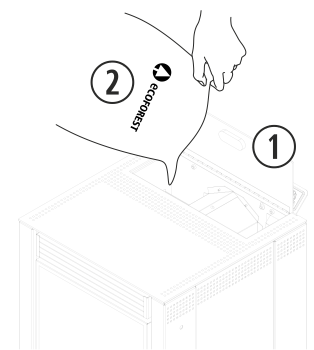
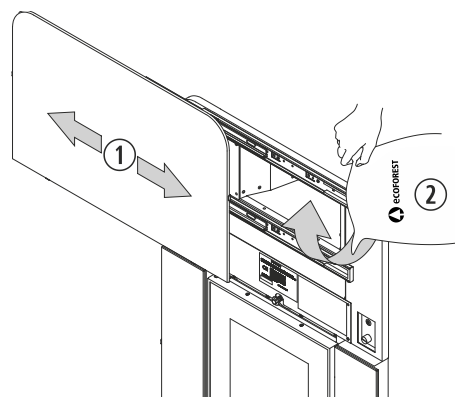
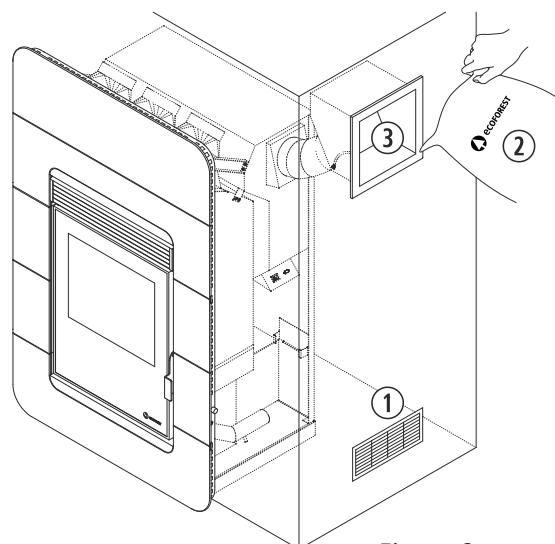
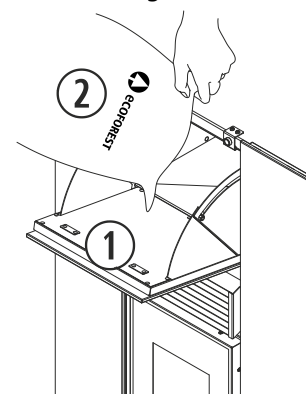

Figura 1
Figura 2
Figura 3
Figura 4
- 2.10. Per caricare combustibile nella stufa, dobbiamo aprire il coperchio della tramoggia e svuotare accuratamente il sacco di combustibile per evitare che la tramoggia sia troppo piena, vedi *figura 1* (Dubai). Sul modello Kiev Insert (*figura 2*) scorrere verso sinistra la porta che conduce alla tramoggia, per portare il carico. Si consiglia di caricare la tramoggia quando la stufa è fredda. Se la stufa è un modello Oslo insert (*figura 3*), il carico viene fatto dalla porta di carico pellet che deve essere installata sul muro di decorazione (lato destro o sinistro.) decorazione. *Figura 4* mostra l'accesso al carico di combustibile nel modello Boston Inserisci. Per gli altri modelli è eseguita in modo simile al modello di Dubai.
①	Porta carico combustibile.
②	Combustibile.